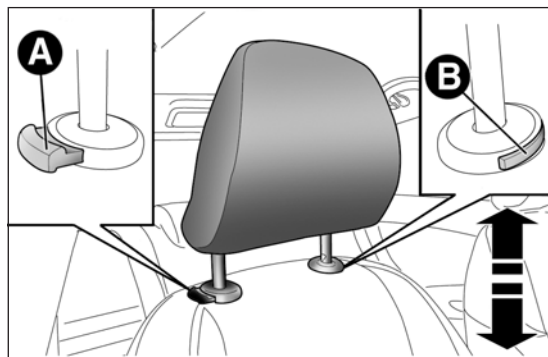

fig. 24
- ☐ regolazione verso il basso: premi il tasto A fig. 24 e abbassa l'appoggiatesta.
- ☐ premi i tasti A e B fig. 24 quindi rimuovi gli appoggiatesta sfilandoli verso l'alto.